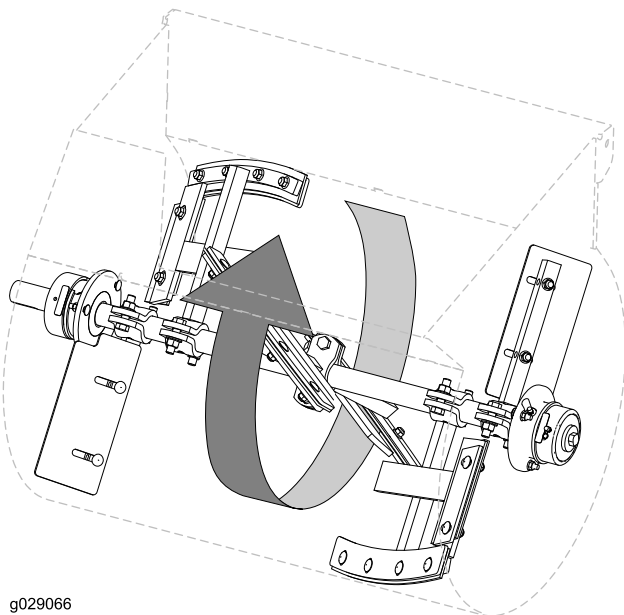

Figura 44
1. Gire una paleta de la fila izquierda de paletas alrededor del tambor y localice en el interior del tambor la mínima distancia entre el tambor y la escobilla de la paleta (Figura 44).